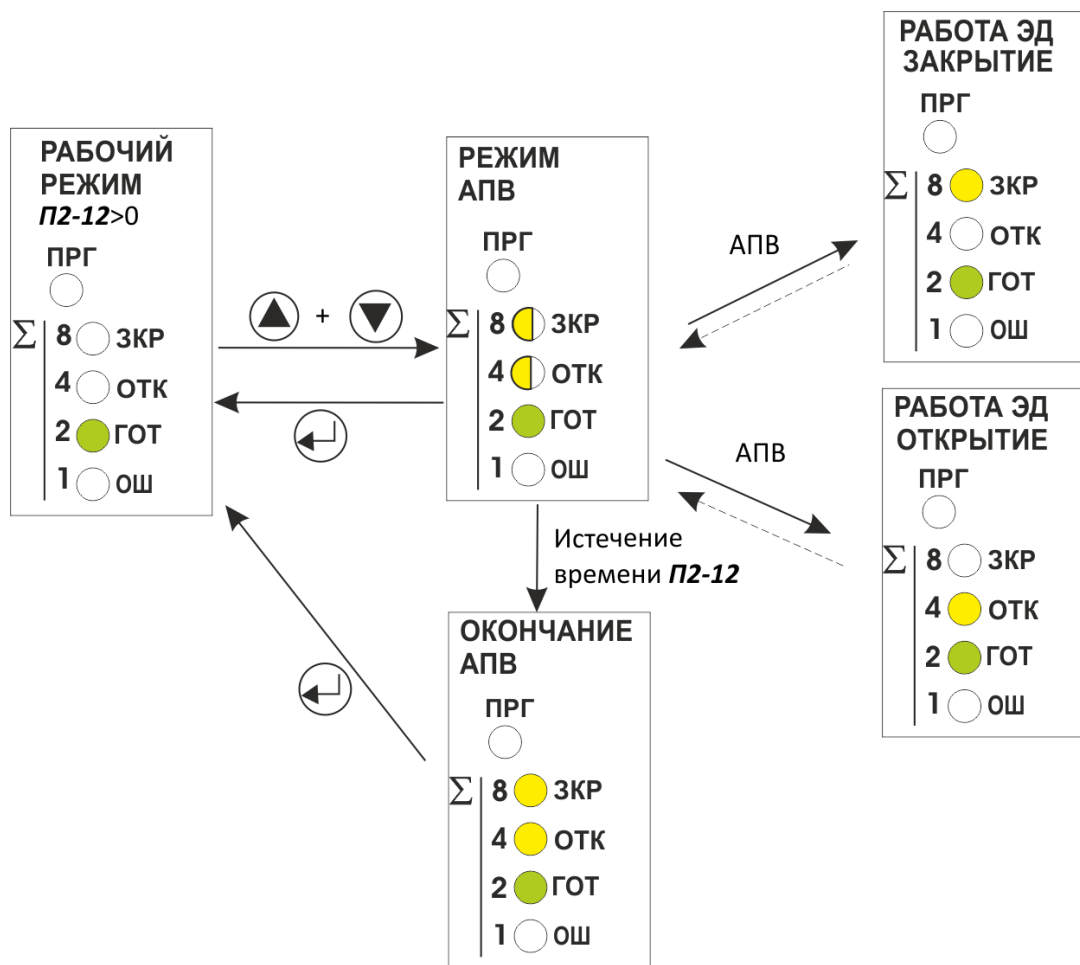

Рисунок 12 - Схема работы режима автоматического повторного включения (уставка П2-12>0)
1.12.5 Вместо режима тестового включения в меню уставок может быть включен режим АПВ (автоматического повторного включения) (уставки П2-12...П2..14, Приложение Б) с заданной длительностью работы, частотой включений и продолжительностью включения для проверки пускателей в лабораторных условиях (рис. 12).